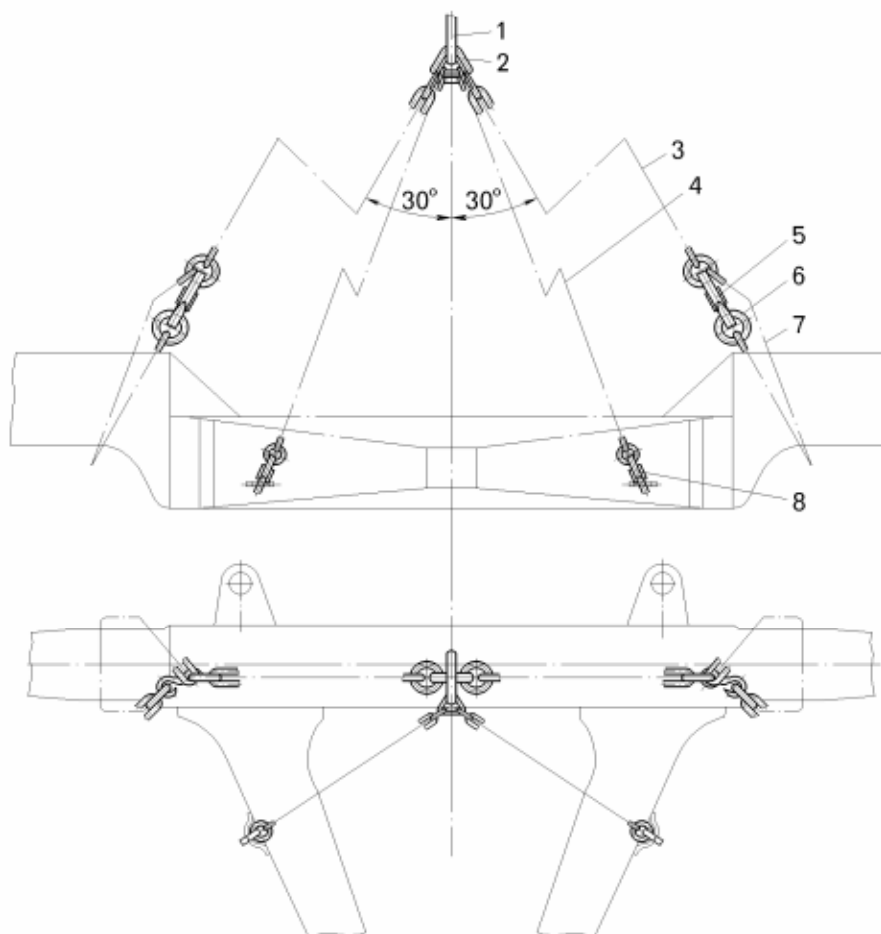

Рисунок 10.2 – Чалочное приспособление для зачаливания передней оси:
- зачалить переднюю ось при помощи чалочного приспособления (рисунок 10.2) и доставить ось на участок ремонта.